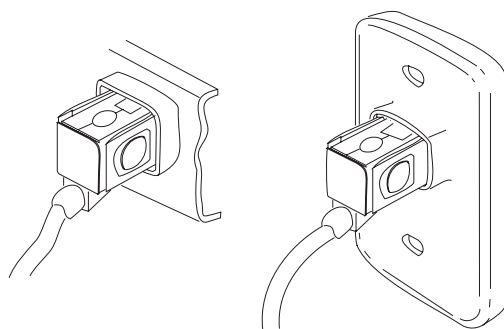

Figura 42. Receptáculos de bucle de tienda típicos
- Desconecte del bucle de tienda el controlador de tienda primario desenchufando el cable de bucle de tienda del receptáculo de bucle de tienda. Consulte la Figura 42 en la página 557.
- Desconecte del bucle de tienda el controlador de tienda de reserva desenchufando el cable de bucle de tienda del receptáculo de bucle de tienda. Consulte la Figura 42 en la página 557.